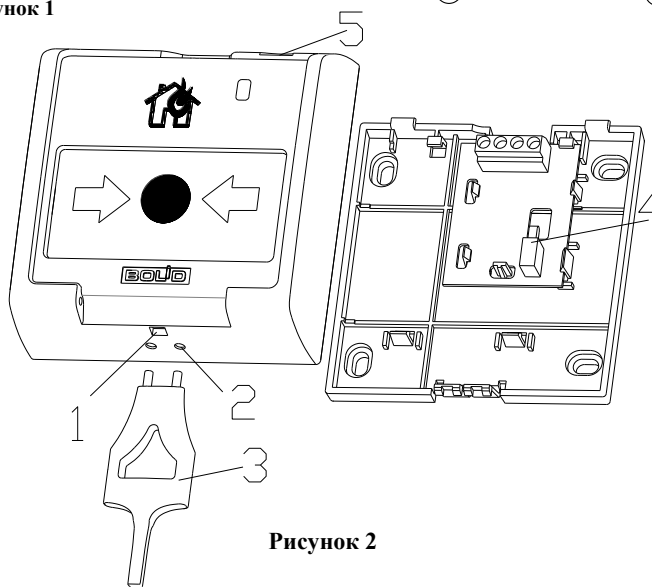

Рисунок 2
Командой «Программирование адреса устройства» можно задать адрес извещателя независимо от того, какой ему адрес присвоен на данный момент. Это может быть использовано в случае назначения одинаковых адресов двум и более устройствам. Для этого необходимо с пульта или компьютера подать команду на программирование с номером требуемого адреса. Светодиодный индикатор извещателя перейдет в режим четырёхкратных миганий с периодом 4 секунды. После этого в течение не более 5 минут открыть корпус извещателя и, используя кнопку формирования события «Пожар2» (см. рис. 2, позиция 4), набрать комбинацию из 3-х длинных (более 1 с, но менее 3 с) и 1-го короткого нажатия (менее 0,5 с), длительность паузы между нажатиями не более 0,5 с. При этом на пульте или компьютере отобразятся события о потере связи с устройством по старому адресу и о восстановлении связи с устройством по запрограммированному адресу. Если устройства имели одинаковый адрес, то сообщения о потере связи по старому адресу не будет.
2.6.4 Перевести извещатель в состояние «Норма» поворотом специального ключа (поз. 5 рис. 2) в соответствующем отверстии извещателя. Зафиксировать переход светового индикатора извещателя в режим одиночных миганий. Затем с помощью пульта или компьютера дать команду на сброс тревоги от извещателя. Если сообщение «Пожар2» не поступает на пульт или компьютер, значит извещатель неисправен и его необходимо заменить.